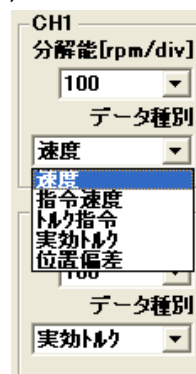

図10-4
- ⑤前回測定した波形と重ねて見ることが出来ます。（図10-4）